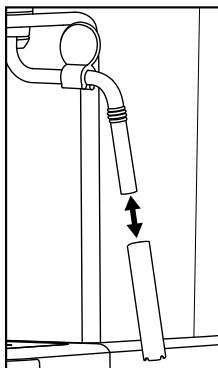

Abbildung 1
- 1) Stellen Sie einen leeren Behälter unter die Milchaufschäumdüse ⑩.
- 2) Drehen Sie den Dampfregler ⑦ direkt nach dem Gebrauch auf „☁/💧“ und lassen Sie einige Sekunden Dampf entweichen.
- 3) Drehen Sie den Dampfregler ⑦ zu (bis zum Anschlag in Richtung „●“ drehen), schalten Sie das Gerät aus und ziehen Sie den Netzstecker.
- 5) Ziehen Sie die Hülle der Milchaufschäumdüse ⑩ ab (Abbildung 1) und reinigen Sie diese sorgfältig im warmen Wasser.
- 7) Schieben Sie die Hülle wieder auf die Düse (Abbildung 1).